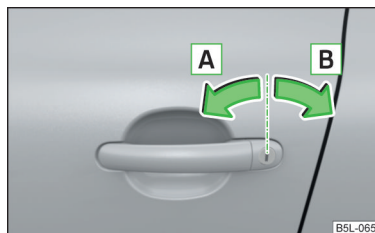

Fig. 12 Lado izquierdo del vehículo: Giros de llave para desbloquear y bloquear
- Gire la llave en el bombín de cierre de la puerta del conductor en la dirección de marcha (posición de desbloqueo) **A** » fig. 12.
- Gire la llave en el bombín de cierre de la puerta del conductor en dirección contraria a la marcha (posición de bloqueo) **B** » fig. 12.